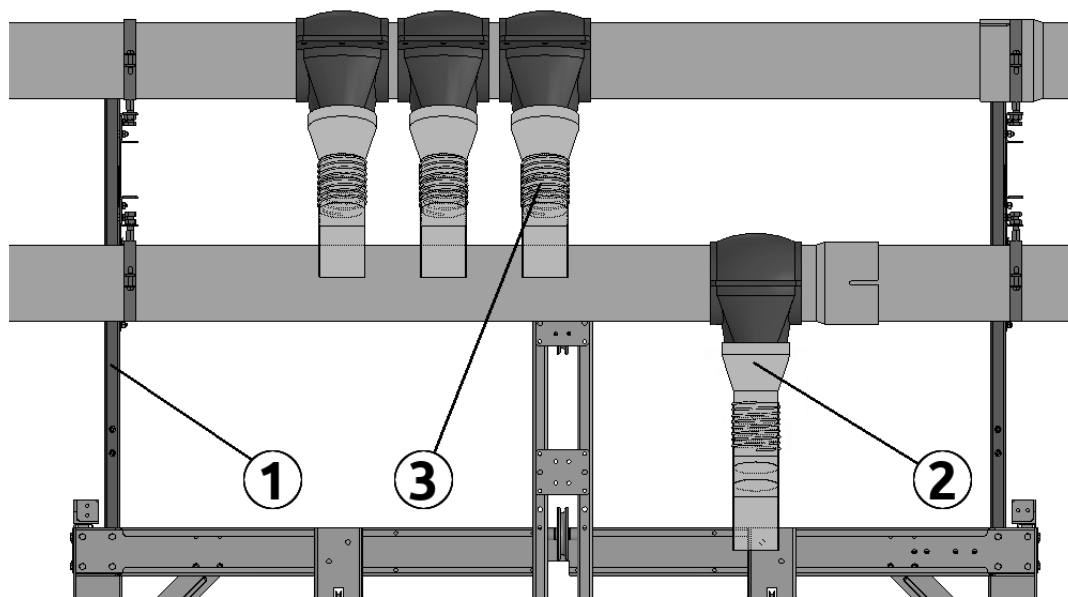

Рисунок 3.4
В птичнике (рис.3.4) шнек крепится на кронштейнах (1), установленных на клеточных батареях. Непосредственно над каждой клеточной батареей внизу труб шнека вырезаются отверстия для просыпания кормов, количество которых зависит от ярусности батареи. В местах отверстий на шнеке устанавливаются опуски (2), через которые корма подаются в бункеры продольного кормления. Внутри опуски имеют заслонку, которой открывается/закрывается подача кормов в определенный бункер продольного кормления при помощи шнуров. Корма из шнека подаются в приемный бункер каждого яруса по гибкой трубе (3).